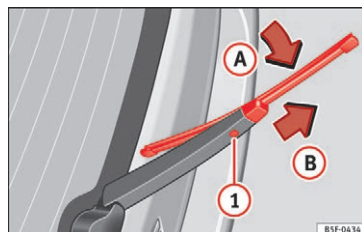

Fig. 80 Udskiftning af viskerblad til bagrude
- Drej viskerbladet lidt »» Fig. 80 (pil ).